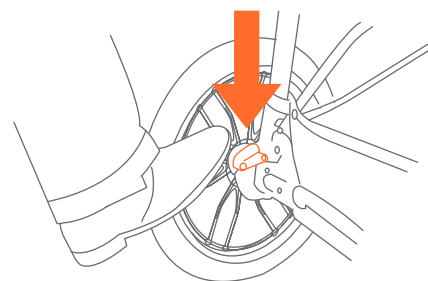

Fig. 13
- 13)** • Pour serrer les freins, appliquez une pression vers le bas sur les leviers de frein situé sur l'essieu arrière. Il peut être nécessaire de bouger la poussette vers l'avant ou l'arrière afin de serrer le frein (Fig. 13).